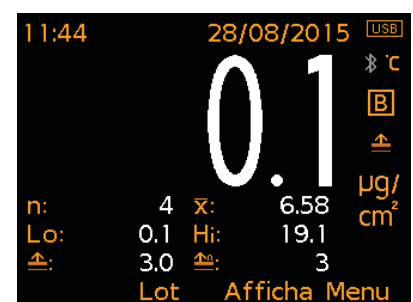

Fig. 3: Mesures x1 &amp; Statistiques sélectionnées
- **Statistiques sélectionnées (Fig. 3)** : vous pouvez sélectionner et afficher un maximum de 8 paramètres statistiques dans Afficha/Statistiques/Sélectionner Stats. A choisir parmi : Nombre de mesures, Moyenne, Mesure la plus basse, Mesure la plus Haute, Plage de mesures, Ecart-Type, Coeff. de Variation, Valeur Limite, Nombre supérieur à limite.